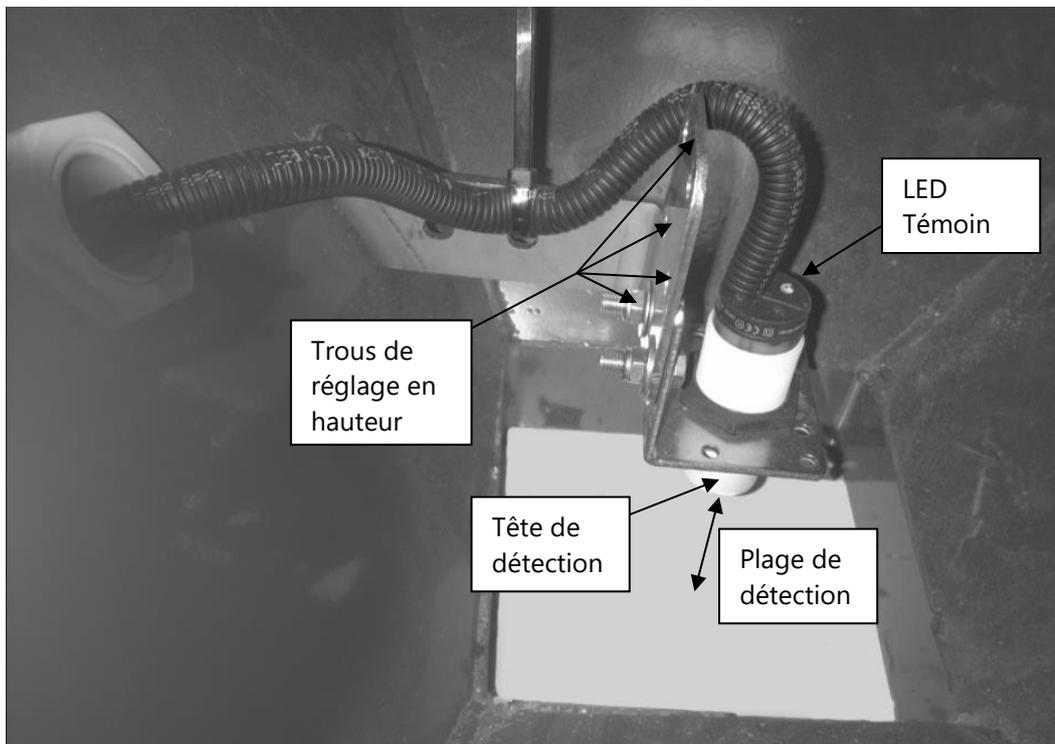

Fig. 32 : Capteur capacitif de fond de trémie
- Compensation de l'usure des disques : à mesure de l'usure, le diamètre du disque diminue et il faut alors le descendre pour que la partie inférieure du bord d'attaque des demi-dents ne dépasse pas des échancrures (fig. 32)